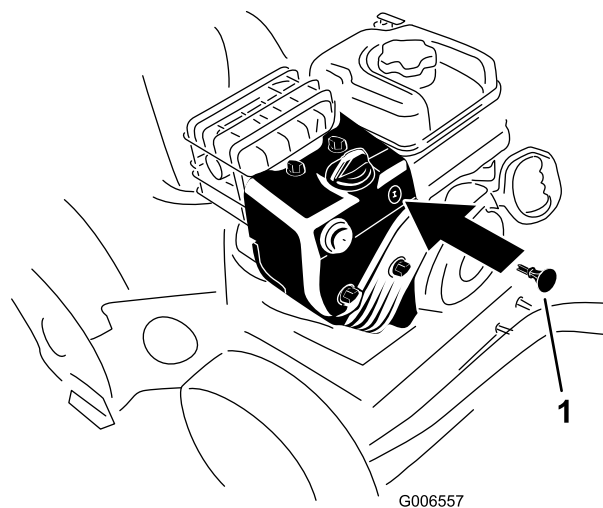

Рисунок 28
3. Вставьте ключ зажигания (Рисунок 28).